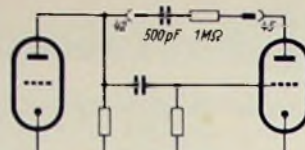

Bild 20. Tiefenanhebende Gegenkopplung
10. Frequenzabhängige Gegenkopplungen. Wird in den Gegenkopplungsweg nach Bild 20 ein Kondensator eingeschaltet, so bildet er einen größeren Widerstand für tiefe Frequenzen. Sie werden daher weniger gegengekoppelt und lauter wiedergegeben. Kurve a in Bild 17 zeigt die Wirkung; der Verlust tiefer Töne durch die zu kleine Impedanz im Ausgang konnte vollständig ausgeglichen werden.